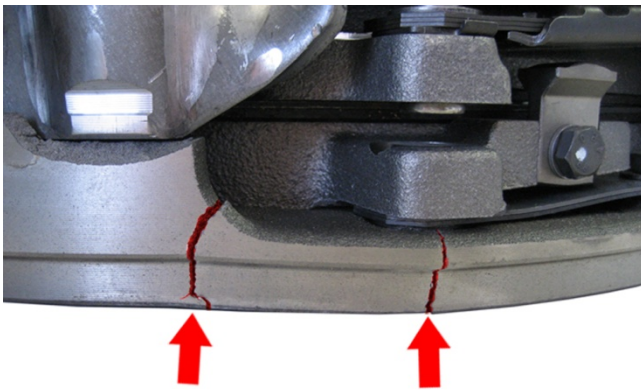
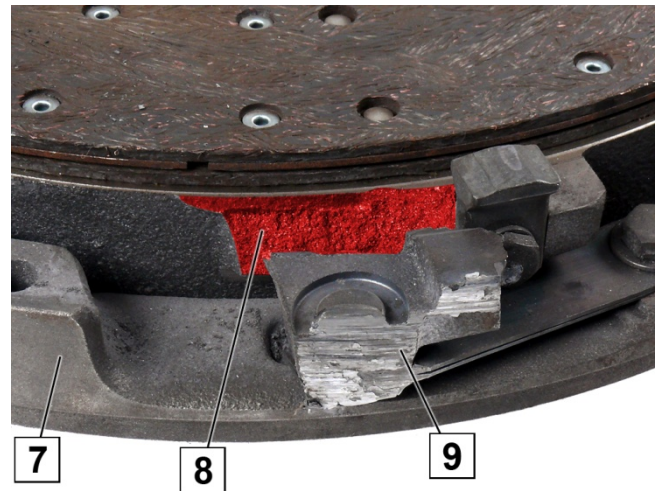

Fig. 2: Anel intermédio partido
Fig. 3: Anel intermédio, olhal partido e campânula da embraiagem desgastada
Não instalar a embraiagem de discos duplos com anel intermédio partido (fig. 2). O anel intermédio partido causa dificuldades de separação. O olhal partido (9) do anel intermédio (7) move-se pela força centrífuga para fora e danifica ou destrói a campânula da embraiagem (fig. 3).
- Verificar o anel intermédio (7) relativamente a pontos de ruptura (fig. 2).
- Verificar o anel intermédio (7) por trás do olhal (6) relativamente a danos.